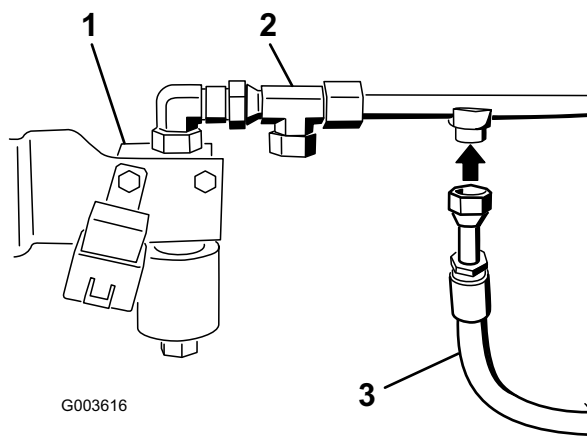

Figura 28
6. Montate il flessibile idraulico con i raccordi sull'adattatore a T montato sopra la valvola (Figura 28).